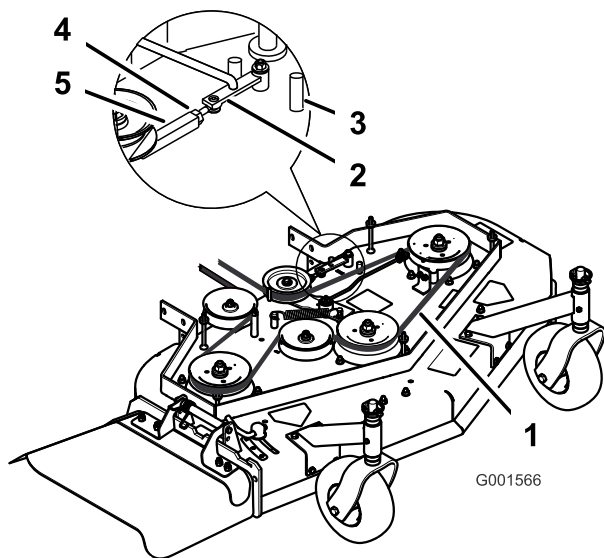

Figure 54
3. Desserrez le contre-écrou sur le tendeur (Figure 54).
4. Tournez le tendeur vers l'arrière de la tondeuse pour augmenter la tension sur la courroie. Tournez le tendeur vers l'avant de la tondeuse pour réduire la tension sur la courroie (Figure 54).